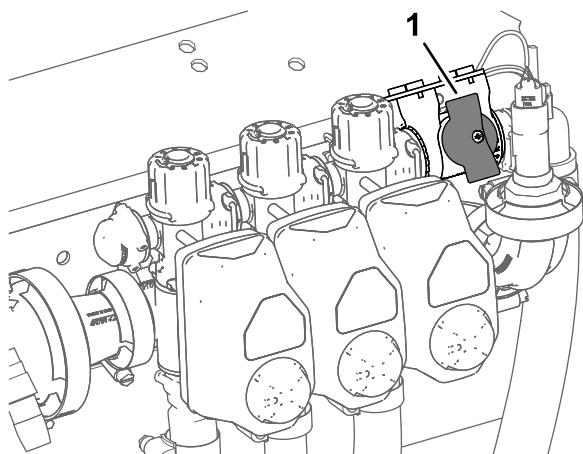

Figura 39
2. Gire el mando de la válvula de cierre del circuito de desvío a la posición de cerrado (**Figura 39**).